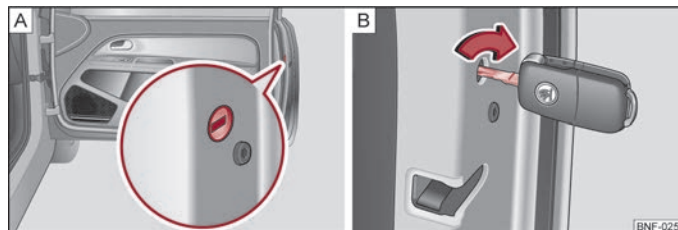

Fig. 13 Nødlåsning af døren
For enden af de døre, som ikke har en låsecylinder, er der en nødlåsningmekanisme ⇒ Fig. 13 – **A**, som kun kan ses, når døren er åben.
- Før nøglen ind i slidsen ⇒ Fig. 13 – **A**, og drej den med uret ⇒ Fig. 13 – **B** i den højre dør, indtil den står vandret, og mod uret i den venstre dør.